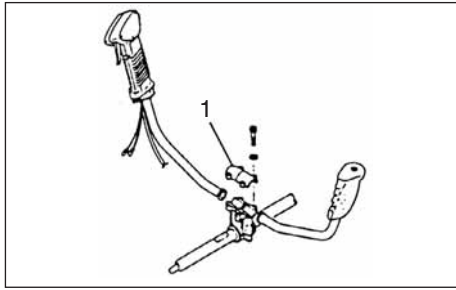

Fig. 1-3
Remove the handle bracket (1) from the assembly. (Fig. 1-3)
Déposer le support de poignée (1) de l'ensemble guidon. (Fig. 1-3)
Togliere la parte superiore del morsetto (1) del manubrio. (Fig. 1-3)
Den Griffhalter (1) von der Einheit abnehmen. (Fig. 1-3)
Quitar el soporte del manillar (1). (Fig. 1-3)
Tag loss överfallet (1). (Fig. 1-3)